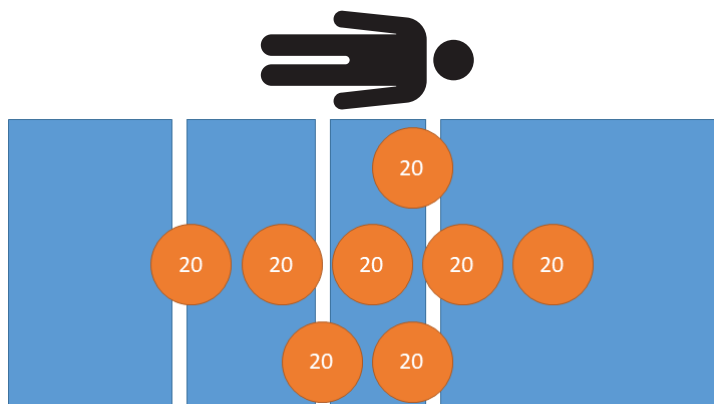

Figure 21 – Test de performance du poids - 160 kg
4. En utilisant des poids étalonnés, placer 160 kg sur le produit (Figure 21).
8. En utilisant des poids étalonnés, placer 160 kg sur le produit (Figure 21).